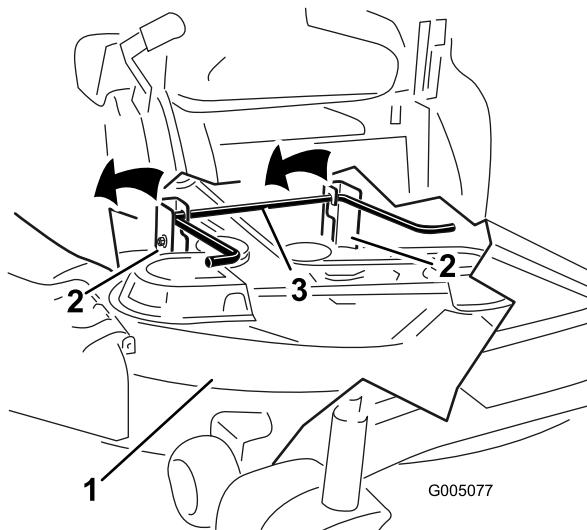

Figure 52
- Soulevez et enlevez le tablier de coupe et les supports de la tige de levage arrière et abaissez la tondeuse au sol avec précaution (Figure 52).
5. Soulevez l'arrière du tablier de coupe et guidez les supports sur la tige de levage arrière (Figure 52).